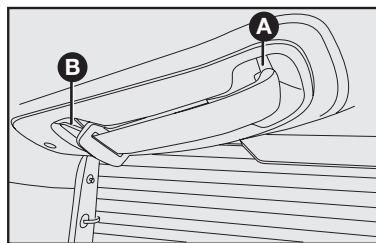
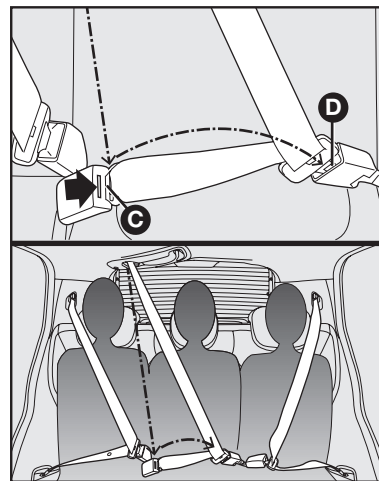

fig. 24
fig. 25
Para algunas versiones/mercados, está disponible el cinturón de seguridad trasero para el puesto central de tres puntos con carrete **fig. 24**.
Para utilizarlo, quite las lengüetas **A** y **B-fig. 24** de sus alojamientos, tirando de ellas hacia abajo. A continuación, fije la lengüeta **A** en su alojamiento específico **C-fig. 25**. Pase la lengüeta
**B** sobre el cuerpo y fíjela en su alojamiento **D-fig. 25**.
Para desabrochar el cinturón de seguridad, quite la lengüeta **B** del alojamiento **D** y con la misma lengüeta **B** presione el botón rojo indicado por la flecha en el alojamiento **C** (detalle **fig. 25**).